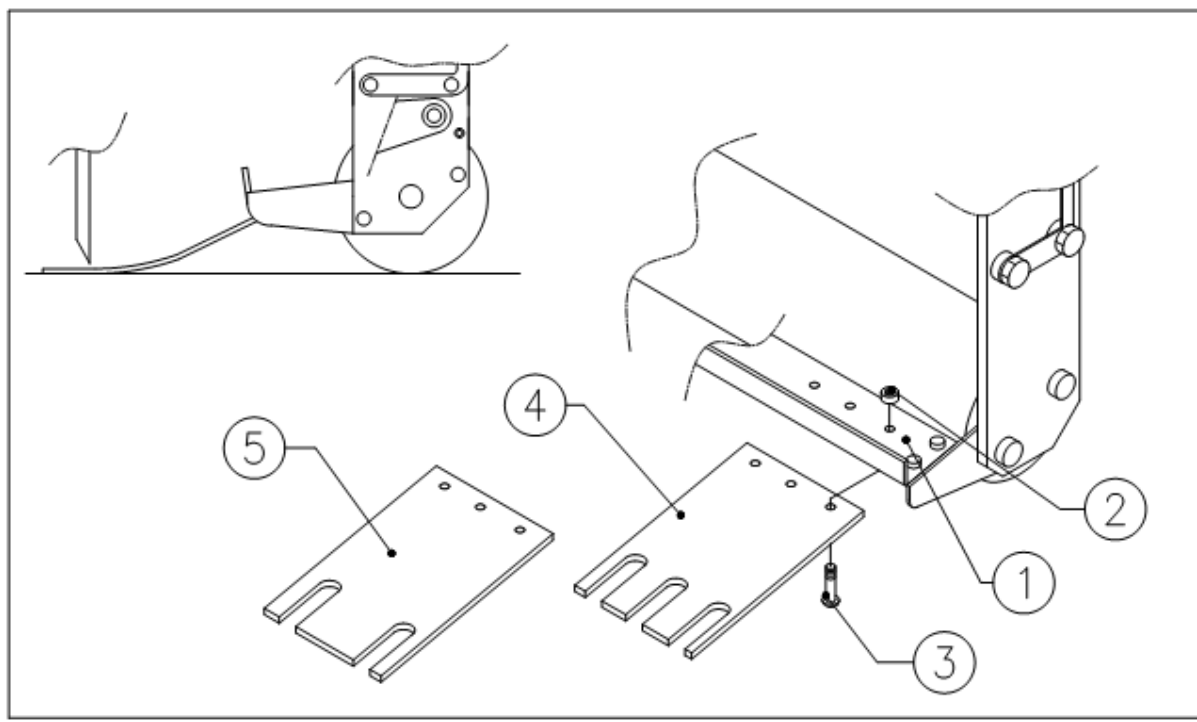

Fig. 12
**MONTAŻ ZESTAWU PRZYTRZYMIWANIA MURAWY ( patrz rys. 12):**